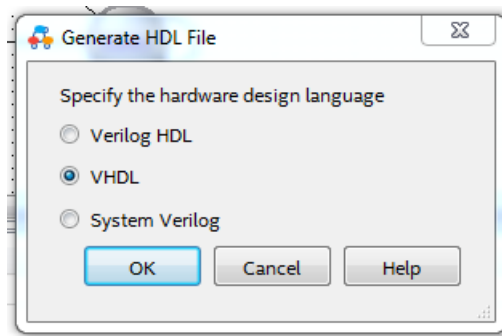

Рис. 23 Генерация файла описания созданного автомата на языке HDL
4.12. Выполните генерацию файла описания созданного автомата на языке HDL с помощью инструмента . Для этого нажмите на нее ЛКМ на панели инструментов и в появившемся окне **Generate HDL File** выберите нужный язык описания (в нашем случае VHDL) (рис. 23). Далее выполните «**OK**». Появится окно текстового редактора **Text Editor** с созданным текстом описания автомата на языке VHDL (рис. 24).